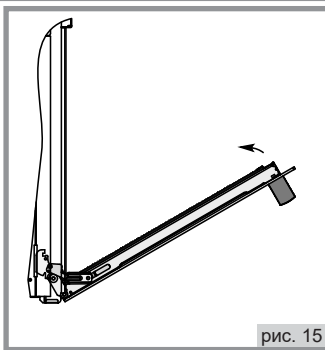

рис. 15
3. Прикрыть дверцу до упора, не прикладывая усилия, пока фиксатор не зафиксирует шарнир, см. рис. 15;